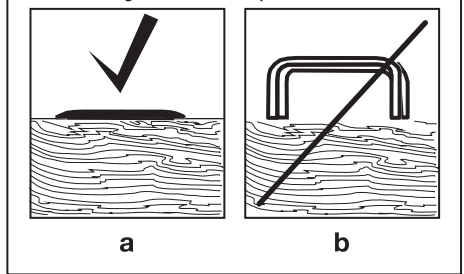

Fig. 5 Așezați cuiele pe partea stângă a canalului, cu vârful în sus
- For brads, sørg for, at sømhovederne peger nedad. For pin, skal du sørge for, at den flade ende peger nedad, og den skarpe spids peger opad. Skub skyderen lukket, og sørg for, at låsen går i indgreb. (Fig. 5).